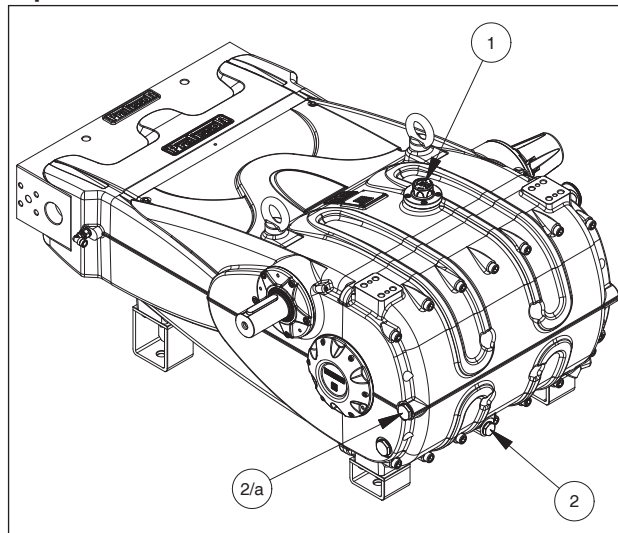

Рис. 4
Проверьте уровень масла с помощью масломерного щупа ①, Рис. 4.
При необходимости долейте масло через пробку ①, Рис. 4. Для правильной проверки уровня масла насос должен находиться при температуре окружающей среды. Замену масла следует осуществлять при рабочей температуре насоса, сняв пробку ②, Рис. 4. (Для насоса в вертикальном исполнении используйте пробку поз. 2/а.)